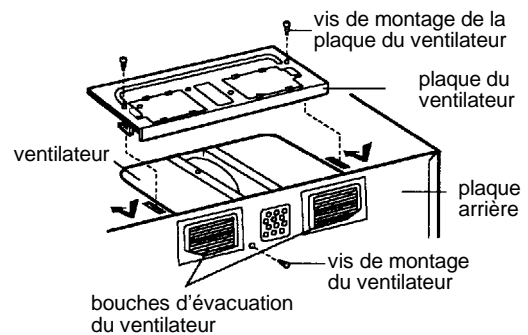

Figure 18
7. Remonter la plaque du ventilateur sur l'armoire de façon à ce que les bouches d'évacuation et la plaque du ventilateur soient centrées. Fixer en place avec une vis de montage du ventilateur et une ou deux vis de montage de la plaque du ventilateur. Voir la figure 18.